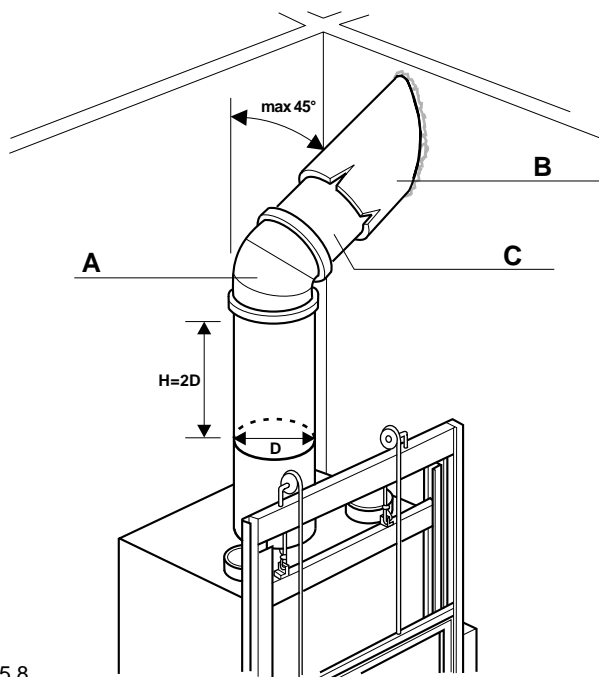

Fig. 5.8
5.8 COLLEGAMENTO ALLA CANNA FUMARIA (FIG. 5.8)
Le dimensioni della canna fumaria devono corrispondere a quanto indicato nella tabella riportata in quarta di copertina. Si consiglia di eseguire il raccordo per l'uscita fumi, tra il caminetto e la canna fumaria, mediante curve e tubi metallici di spessore adeguato, avendo l'attenzione di non superare l'inclinazione di 45° (vedi Fig. 5.8: **A**-curva, **B**-coibentazione fibra ceramica lana di roccia, **C**-tronchetto), qualora la canna fumaria non si trovi perpendicolare al caminetto. A raccordo eseguito è opportuno isolare i tubi metallici dell'uscita fumi con lana di roccia eventualmente ricoperta da foglio di alluminio esterno.
5.8 CONNECTION TO FLUE PIPE (FIG. 5.8)
The dimensions of the flue pipe must correspond to those shown in the table on the back cover. It is advisable to make the connection for smoke outlet between the fireplace and the flue pipe with curves and metallic pipes of a suitable thickness, taking care not to exceed an inclination of 45° (see Fig. 5.8: **A**-curve, **B**-ceramic fiber rock wool insulation, **C**- short section) if the flue pipe is not perpendicular to the flue pipe. When the connection has been made, it is advisable to insulate the metallic pipes of the smoke outlet with rock wool which may be externally covered with aluminium foil.
5.8 ANSCHLUSS AN DEN RAUCHFANG (ABB. 5.8)
Die Abmessungen des Rauchfangs müssen den Angaben der Tabelle auf der vierten Titelseite entsprechen. Es ist ratsam, den Anschluss des Rauchaustritts zwischen Kaminofen und Rauchfang mit Metallrohren und -kurven mit geeigneter Stärke anzulegen, darauf achten, dass der Neigungswinkel von 45° nicht überschritten wird (siehe Abb. 5.8: **A**-Kurve, **B**-Wärmedämmung Keramikfaser, Steinwolle, **C**-Stützen), falls der Rauchfang nicht senkrecht zum Kamin verläuft. Nach dem Anschluss sollten die Metallrohre des Rauchaustritts mit Steinwolle isoliert und eventuell mit einem Aluminiumblatt aussen abgedeckt werden.